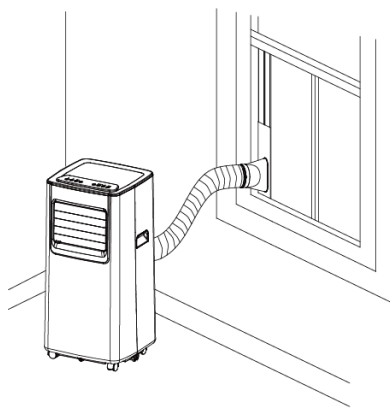
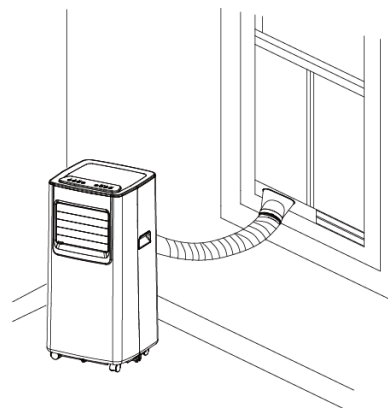

Abbildung 5
Abbildung 6
- 2) Verlängern Sie das Auspuffrohr und rasten Sie das flache Ende der Auspuffrohrverbindungen in das Loch der Fensterdichtungsplattenbaugruppe ein (wie in Abb.5 und Abb.6 dargestellt).